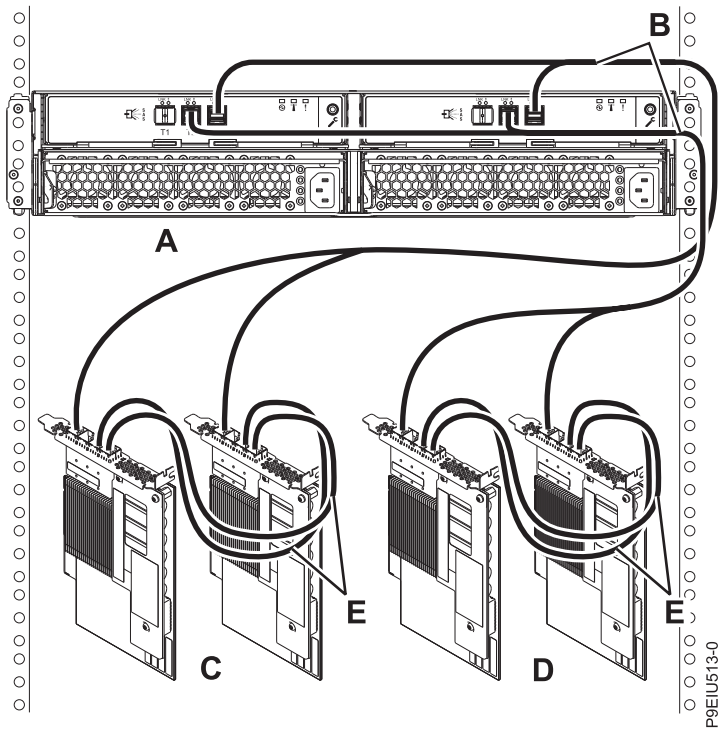

Рисунок 21. Подключение ESLS с помощью кабелей X12 к двум парам адаптеров SAS FC EJ0L или FC EJ14, соединенных кабелями AA (режим 2)
21. Подключите один корпус (A) с помощью кабелей X12 (B) к двум парам адаптеров SAS FC EJ0L или FC EJ14 (C и D), соединенных кабелями AA (E), в режиме 1 (см. рис. 21 на стр. 22). Затем перейдите к разделу “Подключение кабелей данных, кабелей питания и установка крышек” на стр. 24.